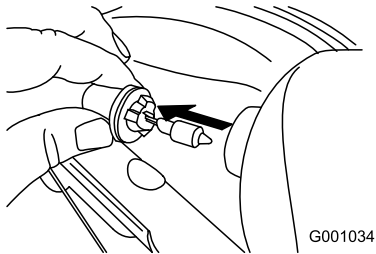

Рисунок 63
3. Выньте лампу прямо с тыльной части фары (Рисунок 63).